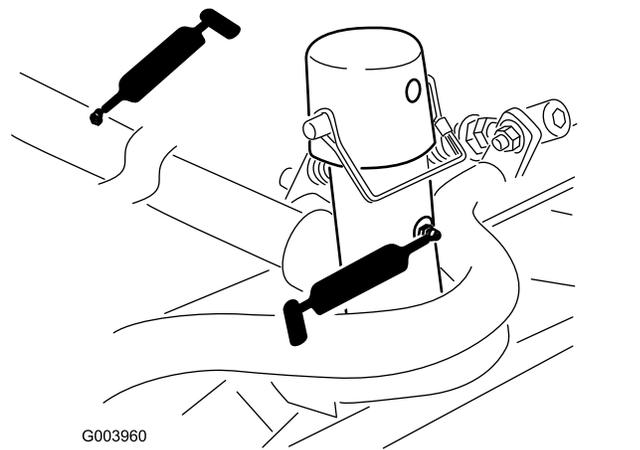

図 43
- キャリアフレームとピボット各カuttingユニットで2ヶ所 図 43